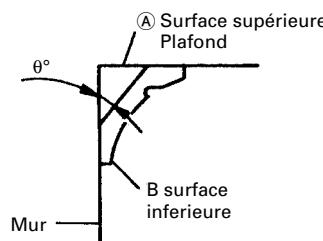
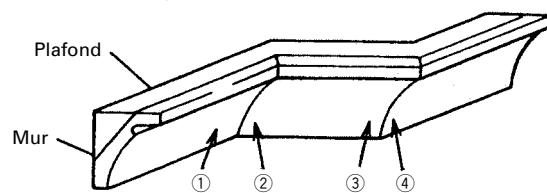
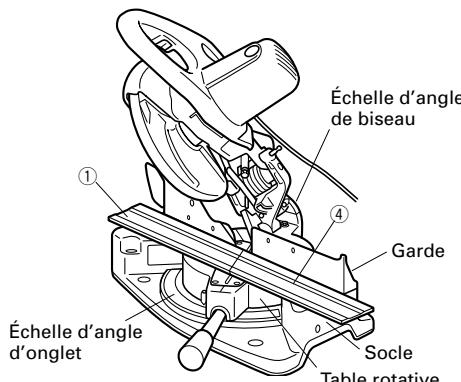

Fig. 20
Fig. 21
Fig. 22
La Fig. 21 montre deux types de corniche complexe courants ayant des angles de 38° et de 45° . Pour les montures de corniche complexe, voir la Fig. 21.
(1) Réglage de coupe en corniche complexe aux positions ① et ④ de la Fig. 21 (voir Fig. 22 ; incliner la tête vers la gauche) :
- ① Tourner la plaque tournante vers la droite et régler l'angle d'onglet comme suit :
- ② Incliner la tête vers la gauche et régler l'angle de biseau comme suit :
- ③ Disposer la corniche complexe de façon que la surface inférieure (Ⓐ sur la Fig. 20) touche la garde comme indiqué à la Fig. 24.
(2) Réglage de coupe en corniche complexe aux positions ② et ③ de la Fig. 21 (voir Fig. 24; incliner la tête vers la gauche) :
- ① Tourner la table vers la droite et régler l'angle d'onglet comme suit :
- ③ Disposer la corniche complexe de façon que la surface supérieure (B) sur la Fig. 20 touche la garde comme indiqué à la Fig. 25.